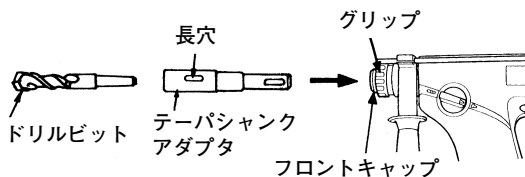
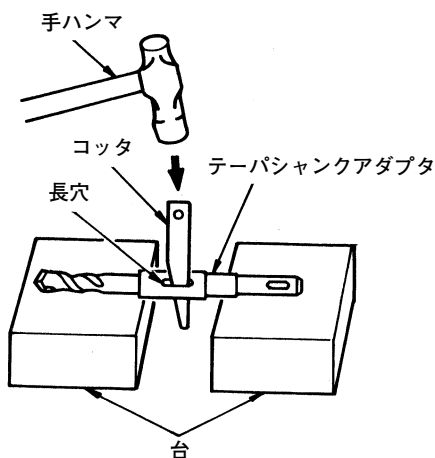

図 17
図 18
- (1) テーパシャンクアダプタを20ページの「(1)ドリルビットの取付け・取りはずし」と同じ方法で本機に取付けます。
- (2) テーパシャンクアダプタにドリルビット (テーパシャンク)を取付けます。(図17)
- (3) スイッチを入れ、所定の深さに穴をあけます。
- (4) ドリルビット (テーパシャンク)の取りはずしは、テーパシャンクアダプタの長穴部分にコッタを入れ、下に台を置いてコッタの頭を手ハンマでたたいてください。(図18)